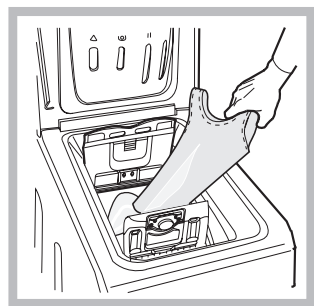

Fig. 3
C) INTRODUCCIÓN DE LA ROPA (Fig. 3)